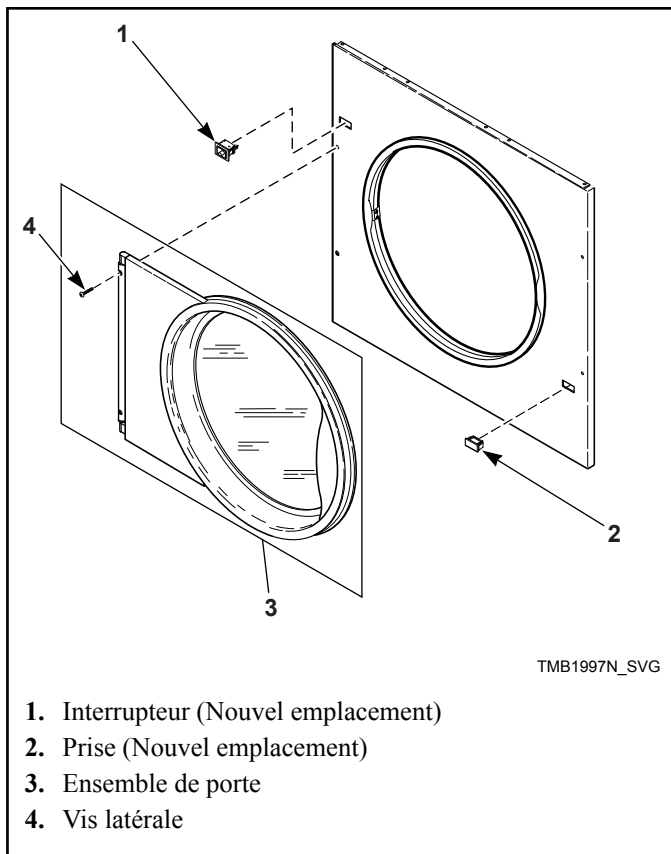

Figure 13
9. Placer le panneau avant sur la machine, insérer les quatre vis du bas. Connecter le faisceau d'interrupteur de porte à l'interrupteur, dans un endroit différent. Installer l'ensemble de porte et insérer quatre vis latérales de panneau avant. Se reporter à la *Figure 13*.